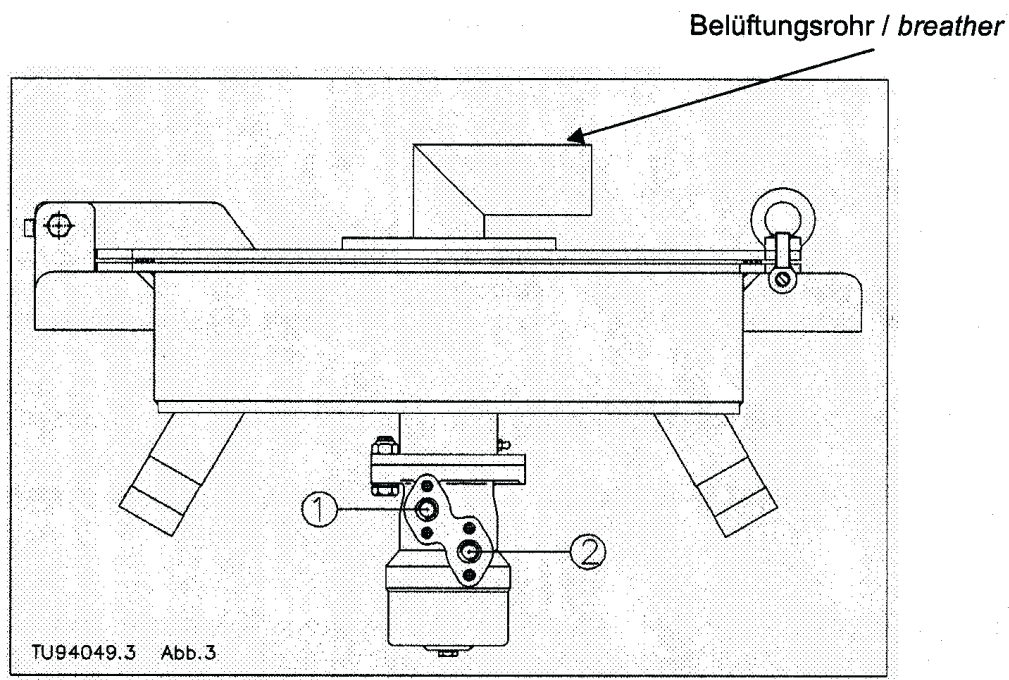

Abb.3 Anschlüsse Hydraulikschläuche / Fig.3: Connectors for hydraulic hoses
- Die Hydraulikschläuche (mindestens DN 16, mindestens PN 200) mit den Anschlüssen des Hydraulikmotors (siehe Abb.3, Pos.1 und Pos. 2) des DOSIMAT verbinden.
- Connect the hydraulic hoses (DN 16 minimum, PN 200 minimum) with the connectors of the DOSIMAT hydraulic motor (see fig. 3, pos. 1 and pos. 2).